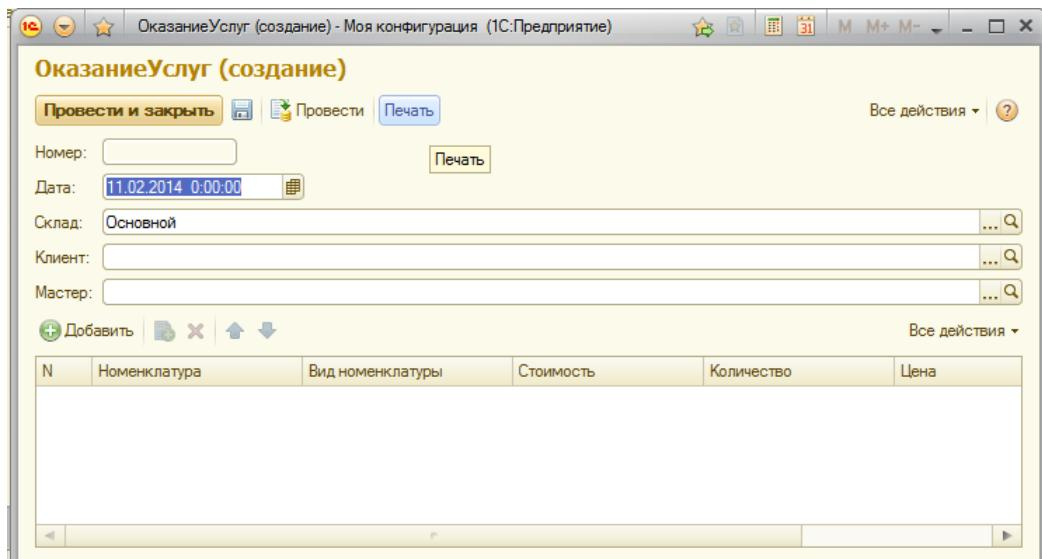

Рисунок 100 Создание документа Оказание услуг
2. Проверьте наличие кнопки «Печать» в режиме отладчика для документа **ОказаниеУслуг** (рис. 100).